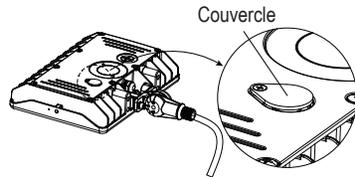

Figure 1
**Étape 1:** Avec le luminaire câblé à l'alimentation, localisez le bouton de réglage CCT, à l'arrière du luminaire. (Figure 1)